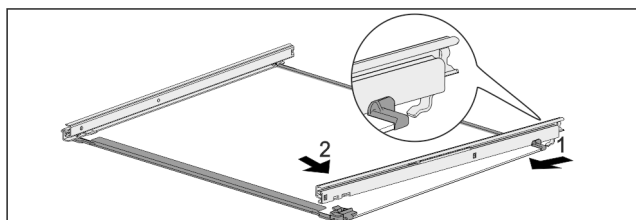

Fig. 123 Tablette en verre avec rails
- ▶ Accrocher le rail à l'arrière. Fig. 123 (1)
- ▶ Accrocher le rail à l'avant. Fig. 123 (2)